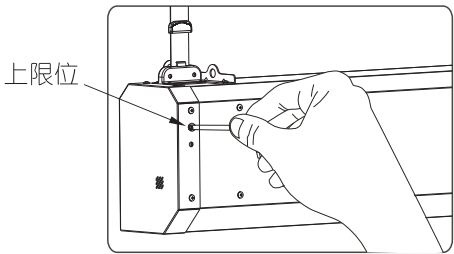

图 24
- 调节牵引索电机上限位时，先将上限位调节孔⑦胶塞拔出来，再将内六角调整匙插入孔内（如图 24），并将遥控器处于学习状态，按牵引索上行键（**⬆** 遥控电子定位）顺时针旋转内六角调整匙时，银幕下降（银幕离安装位置距离增大）。逆时针旋转时，银幕上升（银幕离安装位置距离减小）。